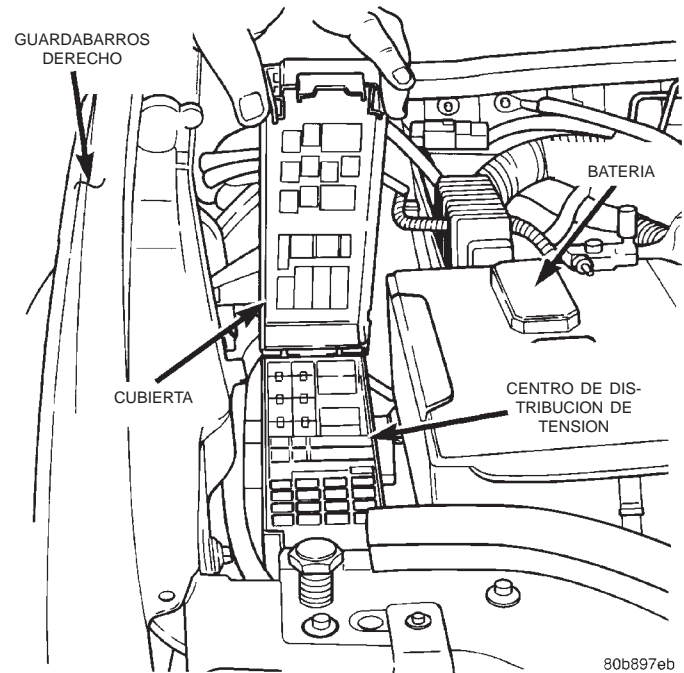

Fig. 17 Centro de distribución de tensión
(1) Desconecte y aisle el cable negativo de la batería.
(2) Retire la cubierta del Centro de distribución de tensión (PDC) (Fig. 17).